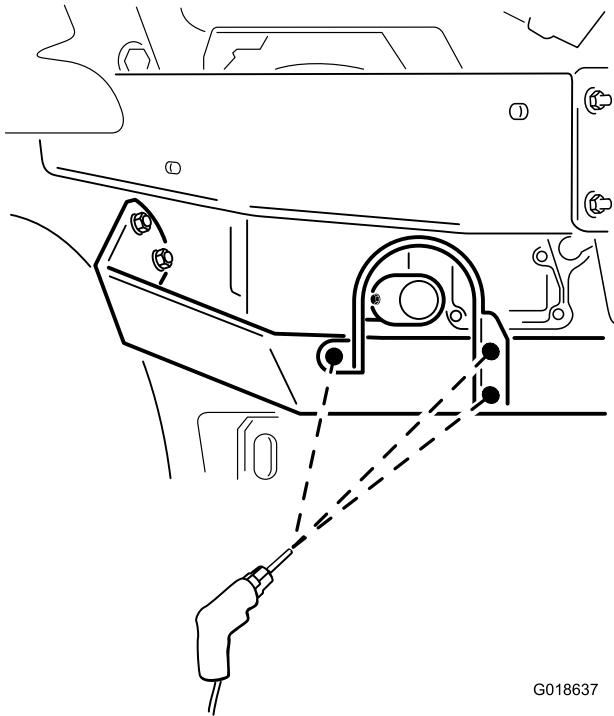

図 7
- i. 排気シールドの右フランジ穴が2つ付いている)を左下エンジンガードの後面に合わせる図7。
- ii. 排気シールドの右側のフランジの下側のエッジを、エンジンガードの下側のエッジに揃える図 7。
- iii. 排気シールドの左フランジ穴が1つ付いている)を左下エンジンガードの小さい角部に合わせる図 7。
- iv. 排気シールドの左フランジの上部エッジを、左下エンジンガードの上部エッジに合わせる図 7。